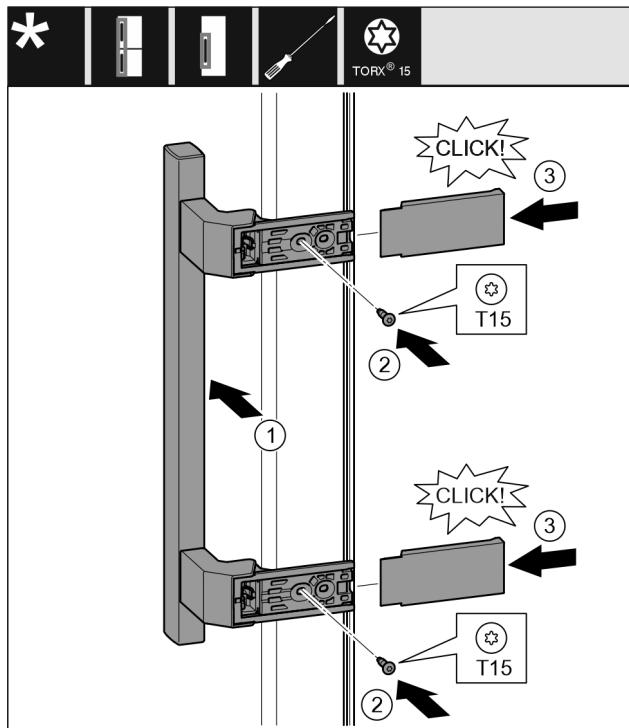

Fig. 15
- Držadlo nasadte na opačnú stranu. Fig. 15 (1)
- Skrutkovačom T15 pevne zaskrutkujte skrutky. Fig. 15 (2)
- Kryt nasadte a nasuňte z boku. Fig. 15 (3)